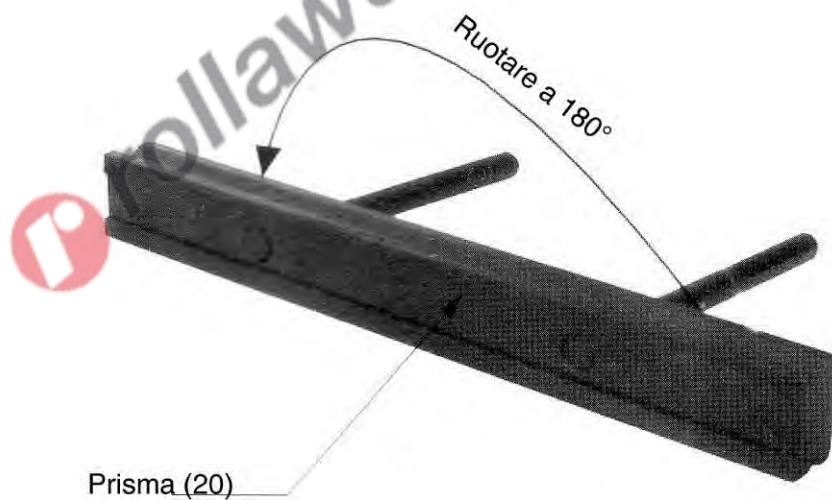

Figura 6 - Prisma
3. Estrarre il prisma fuori dalla base . Spingere il prisma fuori dal fine corsa (22)
4. Ruotare il prisma di 180° per utilizzare il raggio opzionale, come da Figura 6. Riposizionare il prisma nella scanalatura .